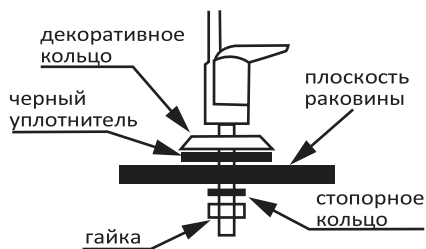

Рис. 5
Монтаж крана чистой воды производите согласно **рис. 5**. Мы рекомендуем не затягивать гайку (см. **рис. 5**) до завершения монтажа и проверки работоспособности системы, чтобы была возможность убедиться в отсутствии подтекания воды в месте
15. Убедитесь в отсутствии протечки внизу корпуса крана чистой воды, затяните гайку крана (рис. 5).